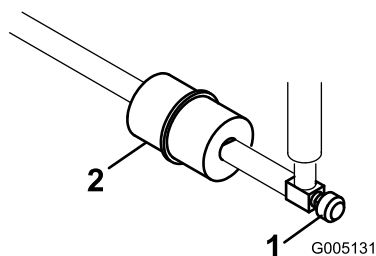

Figura 41
Nei tubi di alimentazione, tra il serbatoio del carburante ed il carburatore, è incorporato un filtro in linea (Figura 41).
1. Chiudete la valvola di intercettazione del carburante, allentate la fascetta stringitubo dal lato carburatore e togliete il tubo di alimentazione dal filtro (Figura 41).
2. Collocate una bacinella di spurgo sotto il filtro, allentate la restate fascetta stringitubo e rimuovete il filtro (Figura 41).